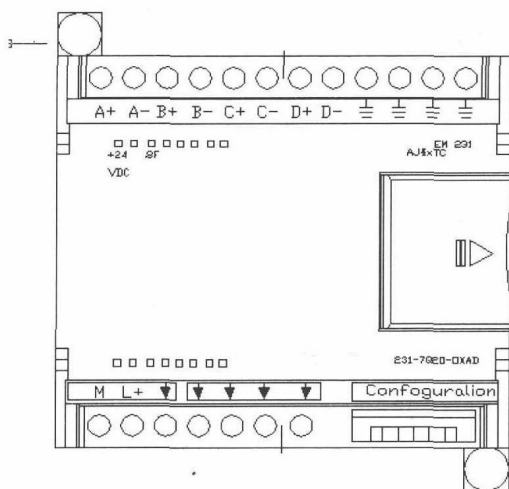
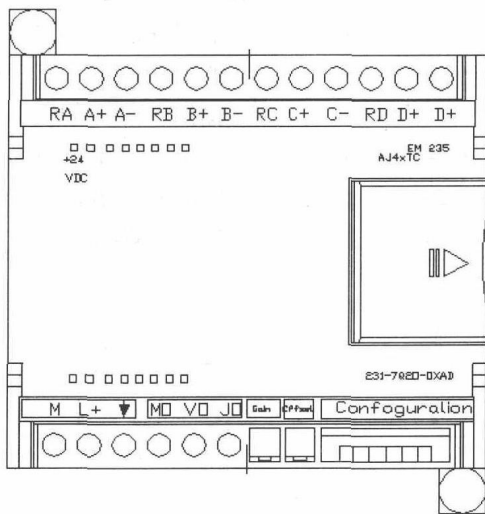

图 1-5 EM231
图 1-6 EM235
1) EM231: 4路12位模拟量输入(AI)模块, 如图1-5所示。
- 2) EM232: 2 路 12 位模拟量输出 (AO) 模块。
- 3) EM235: 模拟量混合输入 / 输出 (AI/AO) 模块, 如图 1-6 所示。